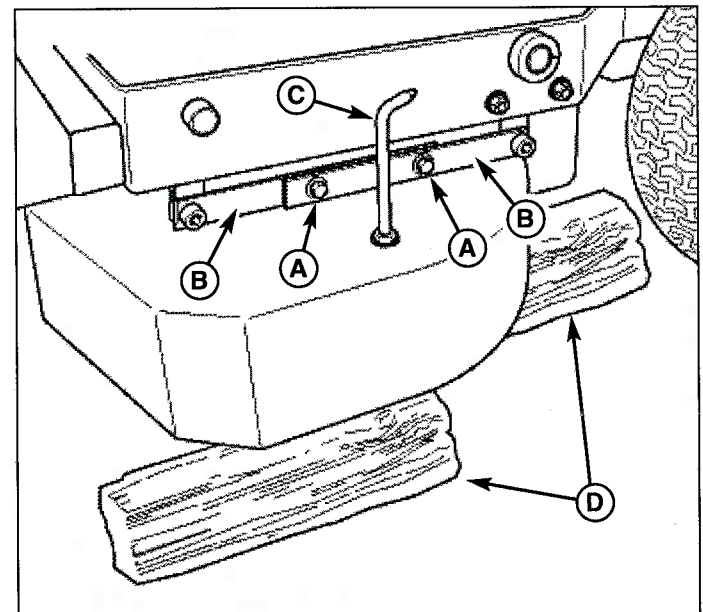

Figure 15. Tringlerie de mise à niveau de la plateforme
5. Desserrer les boulons (A, Figure 15) qui attachent les tringles de connexion (B) ensemble. Cela ôtera toute tension provenant des tringleries et des pivots de montage.
7. Vérifier si l'indicateur de hauteur de plateforme (C) est aligné avec la marque de 4 pouces (si c'est le HAUT NIVEAU) ou la marque de 2 pouces (si c'est le BAS NIVEAU). Ajuster la position de l'indicateur si nécessaire.